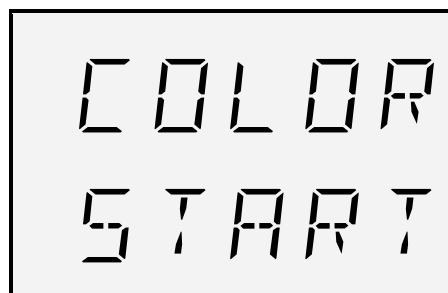

Fig. 12 : Affichage « Start lumière colorée »
7. Avec la touche ◀ quitter le menu. « Start lumière colorée » (Fig. 12) s'affiche.